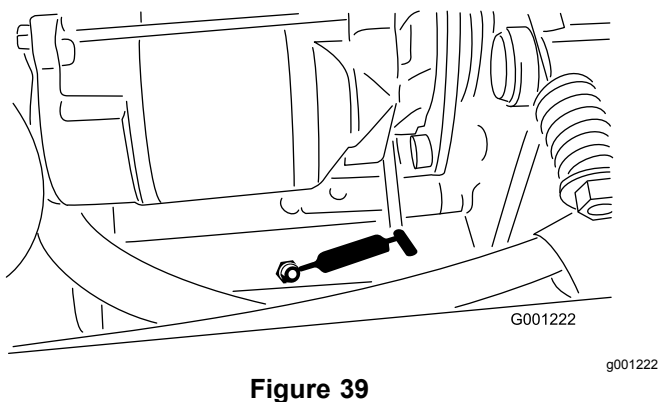

Figure 39
- Câbles de freins (côtés pédales de frein et roues motrices) (Figure 39)
- Pivot de tension de PDF (Figure 39)
- Roulement arrière de PDF (Figure 39)